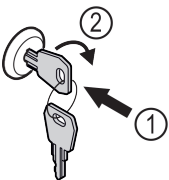

Fig. 123
- ▶ Shtyni çelësin brenda Fig. 123 (1).
- ▶ Rrotulloni çelësin me 90° në drejtimin orar Fig. 123 (2).